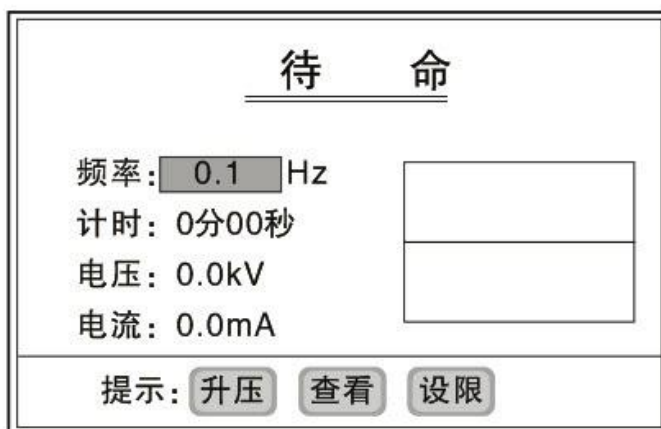

图6 (待命界面)
(C) 点击“返回”键，仪器进入图 6 所示的升压待命界面。
(3) 待命界面
按图 6 点击升压键后，仪器在电脑的控制下，按如下流程进行升压试验：自检→升压→等幅输出→停机
凡是通过了定时停机、点击“停机”键进行的停机、过压保护停机、以及过流保护停机的数据仪器自动将其保存为历史数据。最多能保存九次测量的数据,九次以前的将自动删除。点击图 6 中的“查看”键,可查看最近九次试验的历史数据